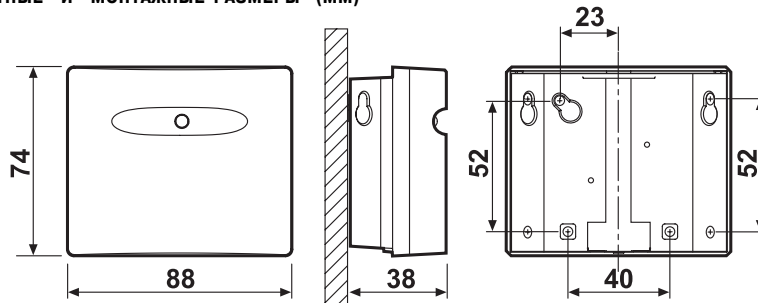

Рис.11
- вскрыть выбранное окно на корпусе для ввода проводов. Подготовить отверстия в стене под крепление извещателя согласно (рисунок 11). Вкрутить шурупы в верхние отверстия. Ввести провода питания, ШС, ЧЗ, заземления в окно на корпусе. Повесить извещатель на шурупы. Зафиксировать извещатель через нижние отверстия.